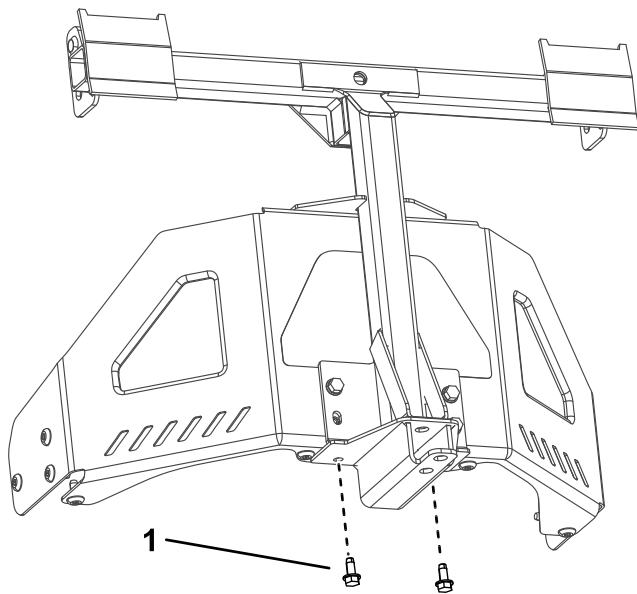

Figure 7
3. Fixez le cadre pivotant au bas du cadre de la machine à l'aide de 2 vis autotaraudeuses (5/16" x 3/4"), comme montré à la Figure 7.